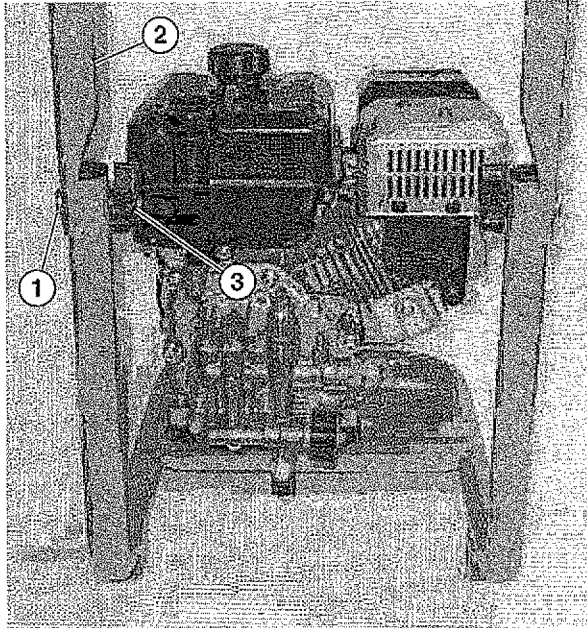

Figura 18 – Instalación de la manija superior
2. Instale la manija superior en la estructura utilizando los pernos y perillas de la manija (Ver Figura 18).